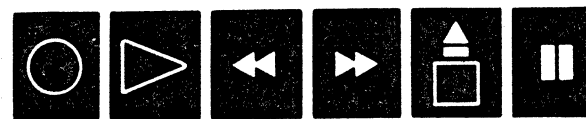

Fig. 8 Abb. 8
**DESCRIPTION OF NEW MECHANISMS****1. To start mechanical synchro-dubbing: (Fig. 8)**
- (1) Press PAUSE and PLAY buttons for TAPE 1.
- (2) Press REC button for TAPE 2: this will release PAUSE button (TAPE 1) to run this tape in playback mode and, at the same time, TAPE 2 will start recording for synchro-dubbing.
**LAUFWERKNEUIGKEITEN****1. Mechanischer Synchron-Überspielstart: (Abb. 8)**
- (1) Die PAUSE-und PLAY-Taste für Band 1 drücken.
- (2) Die REC-Taste für Band 2 drücken. Hierdurch wird die PAUSE-Taste (Band 1) ausgerastet, um diesen Deckteil auf Wiedergabe zu schalten, und gleichzeitig beginnt Band 2 mit der Aufnahme, um synchrones Überspielen zu gewährleisten.
**DESCRIPTION DES NOUVEAUX MÉCANISMES****1. Commande de la synchro-duplication mécanique: (Fig. 8)**
- (1) Appuyer sur les touches PAUSE et PLAY de la trappe TAPE 1.
- (2) Appuyer sur la touche REC de la trappe TAPE 2: ceci a pour effet de libérer la touche PAUSE (la trappe TAPE 1) fait défiler la bande en mode de lecture tandis que parallèlement, la trappe TAPE 2 enregistre en synchro-duplication.